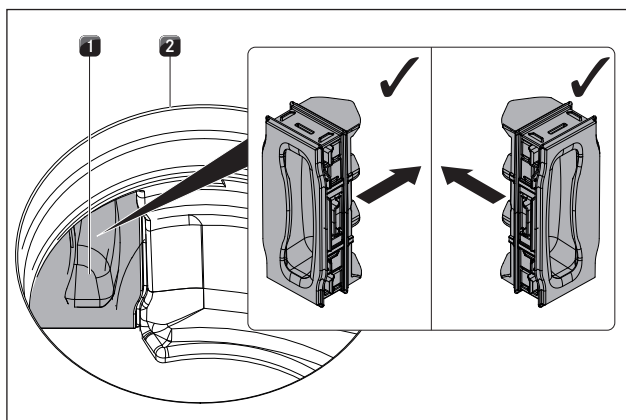

Fig. 8.10 Pose du clapet de changement de filtre
- ▶ À l'intérieur de l'ouverture d'aspiration, appuyez sur le clapet de changement de filtre pour l'insérer dans le boîtier jusqu'à la butée (Insertion du clapet : voir fig. 8.10).